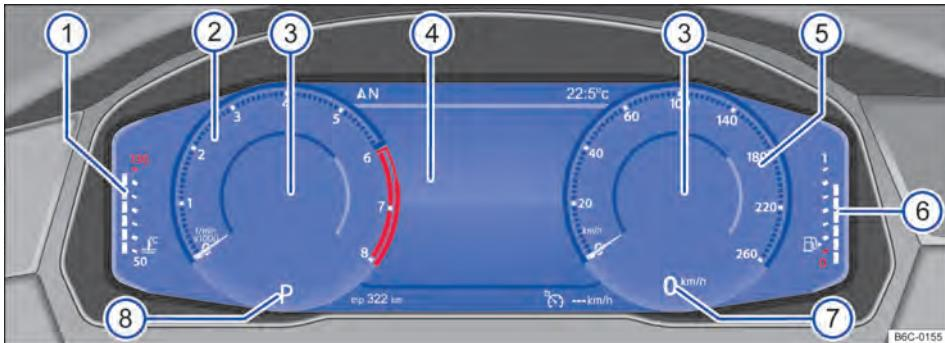

Fig. 9 Active Info Display (variante 1) no painel de instrumentos. ▶
Explicações sobre os instrumentos → Fig. 9:
Dependendo da versão do rádio e do perfil de informação selecionado, o Active Info Display mostra informações adicionais no centro de instrumentos redondos → Fig. 9 ③.